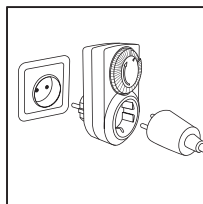

Рисунок 3. Включите розетку с таймером в сеть
5.5. Включите в розетку таймера нужный электроприбор, а сам таймер в розетку 230 В (Рисунок 3).